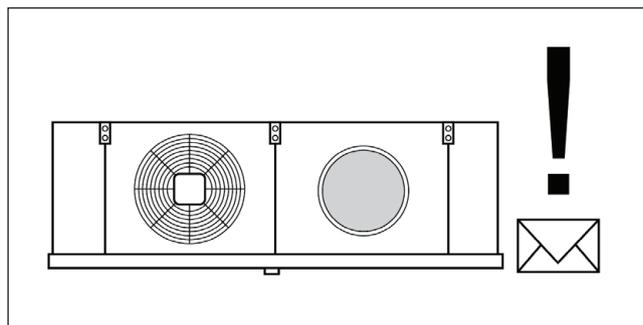

Abb. 8.4
3. Vergewissern Sie sich, dass der Luftkühler vollständig und unbeschädigt ist (Abb.8.4). Jedwede Beschädigung ist unverzüglich dem Hersteller in schriftlicher Form zu melden.